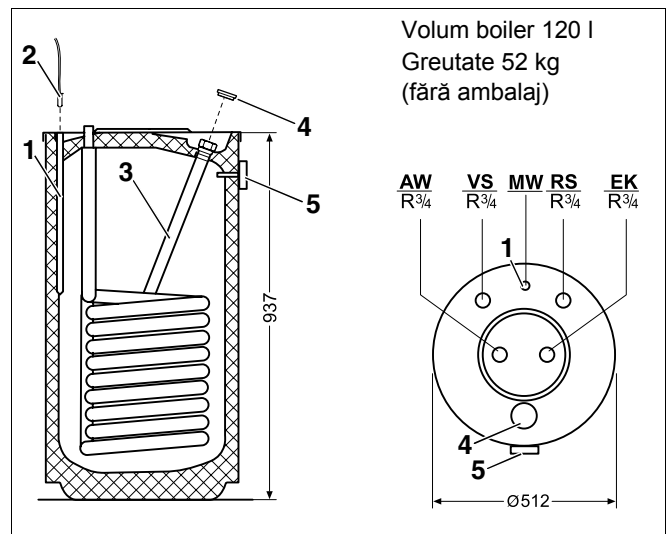

Fig. 1 Racorduri și date tehnice (cote în mm)
- Senzorul de temperatură (Fig. 1, **Poz. 2**) împreună cu clema se introduce până la blocare în teacă (Fig. 1, **Poz. 1**).
Pentru indicarea temperaturii este montat un termometru (Fig. 1, **Poz. 5**).
- Se închide alimentarea cu apă rece (EK). Pentru accesul aerului, se deschide un robinet aflat mai sus.
- Se scot dopurile din material plastic (Fig. 1, **Poz. 4**) cu ajutorul unei șurubelnițe.
- Se deșurubează anodul de magneziu (Fig. 1, **Poz. 3**).
- Verificați gradul de consumare al anodului de magneziu (Fig. 1, **Poz. 3**). Înlocuiți anodul de magneziu dacă diametrul acestuia s-a redus la cca. 15 – 10 mm (în stare nouă 26 mm Ø).